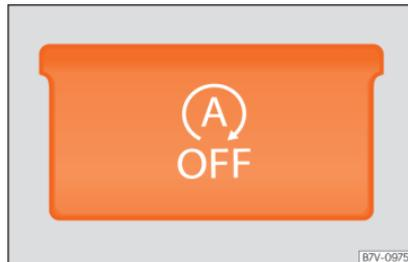

Fig. 244 Détail de la console centrale : touche pour le fonctionnement Start-Stop.
- Appuyez sur la touche  de la console centrale » **fig. 244**.